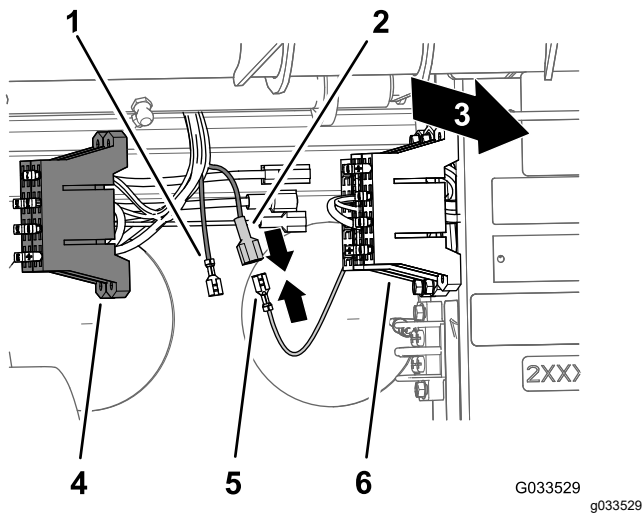

Bild 25
am Sicherungskasten der Maschine und den isolierten Flachstecker am Ende des gelben, optionalen Stromkabels am Sicherungskasten des Sprühfahrzeugkabels (**Bild 25**).
3. Stecken Sie den nicht isolierten Anschluss des Sicherungskastens für die Maschine in den isolierten Flachstecker des Sicherungskastens des Sprühfahrzeugs (**Bild 25**).